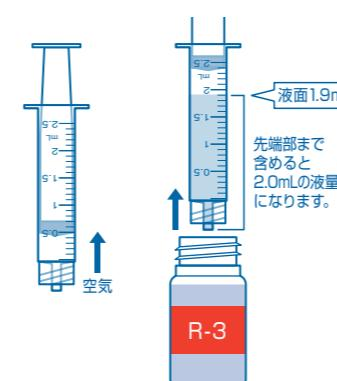

図9
- ⑨2.5mLシリジンに空気を約0.5mL吸い込んでから、続けてR-3試薬を完全に捨てます。内壁に水滴が残存する場合は、ティッシュペーパー等で吸い込んで除去してください。(図9)